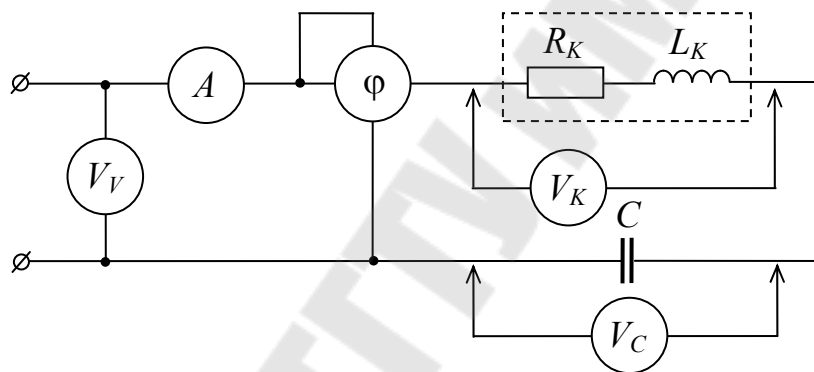

Рис. 4.1
4.3.5. Приборы, включенные в электрическую цепь рис. 4.1, показывают $U_V = 20$ В, $U_{V_c} = 63$ В, $U_{V_k} = 66$ В, $I_A = 0,85$ А, $\varphi \approx 20^\circ$, $\cos \varphi = 0,94$. Частота питающей сети $f = 50$ Гц.